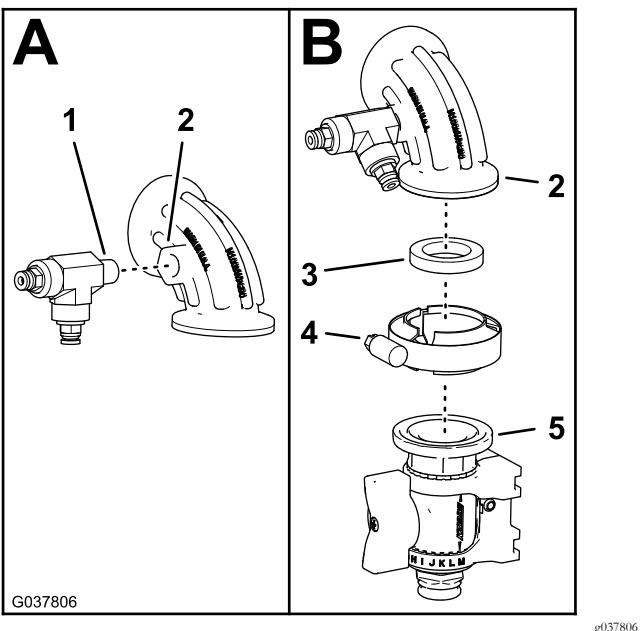

Figura 88
5. Monte a união em T que removeu no passo 4 de [Desligar o tubo sensor de pressão e o tubo de alimentação — kit de pistola de pulverização opcional ou kit de cilindro de tubagem elétrico opcional \(página 9\)](#) no cotovelo de 90° com uma porta de pressão Figura 88.
6. Monte o cotovelo de 90° na válvula de corte da flange (**Figura 88**) com uma junta de 25 x 35 mm e com uma braçadeira flangeada de 40 a 64 mm.